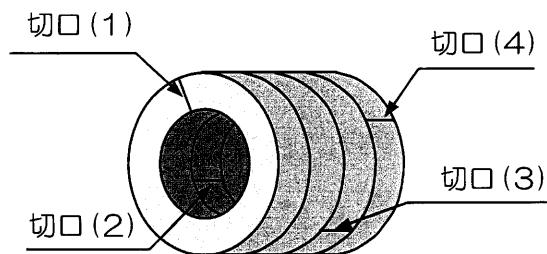

図3. パッキンの挿入
- ・パッキンの切り口は重ならないように $90^{\circ}$ または $120^{\circ}$ ずつずらして挿入して下さい。 (図3参照)